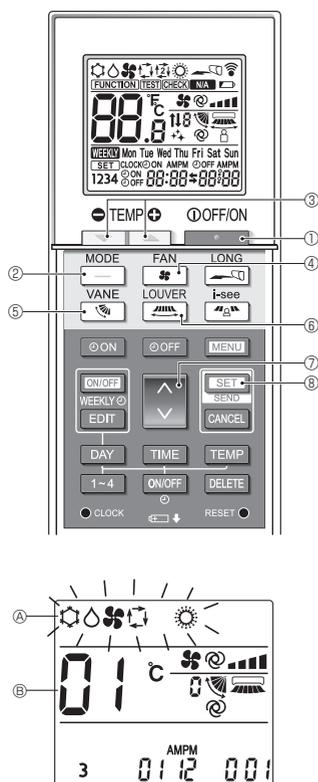

Fig. 3-3
1. Appuyez sur la touche **Power** ① pour arrêter le climatiseur.
2. Appuyez sur la touche **SET** ⑧ pendant 5 secondes. L'écran Réglage du modèle s'affiche.
3. Appuyez sur la touche **Left Arrow** ②. Le mode de fonctionnement ④ clignote. (Fig. 3-3)
4. Appuyez sur la touche **Up/Down Arrow** ⑦ pour changer le n° de réglage.